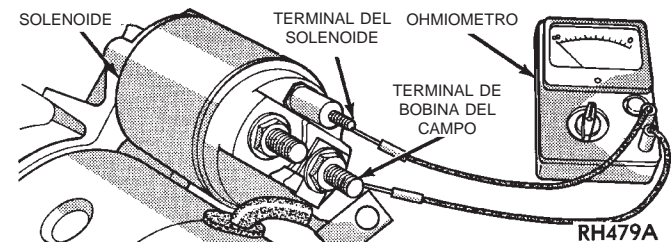

Fig. 7 Prueba de continuidad entre el terminal del solenoide y el terminal de bobina del campo-característica
(1) Retire el motor de arranque del vehículo. Para informarse sobre los procedimientos, consulte **Motor de arranque** en la sección Desmontaje e instalación de este grupo.
(2) Desconecte el cable del terminal de bobina del campo del solenoide.
(3) Compruebe si existe continuidad entre el terminal del solenoide y el terminal de la bobina del campo del solenoide empleando un probador de continuidad (Fig. 7). Debe haber continuidad. De ser así, diríjase al paso 4. De lo contrario, reemplace el conjunto de motor de arranque defectuoso.